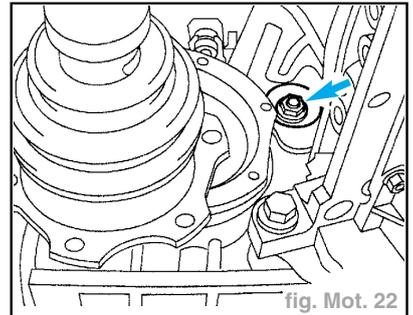

fig. Mot. 22
- Dévisser les 3 écrous (flèches) du convertisseur en faisant avancer à chaque fois le vilebrequin de 1/3 de tour (fig. Mot. 22).